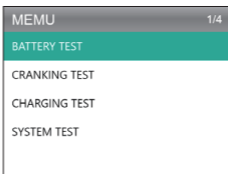

Abbildung 4.2.2
2. Zum Durchführen von Batterietest wählen Sie Batterietest und drücken Sie [OK] (siehe Abbildung 4.2.2).